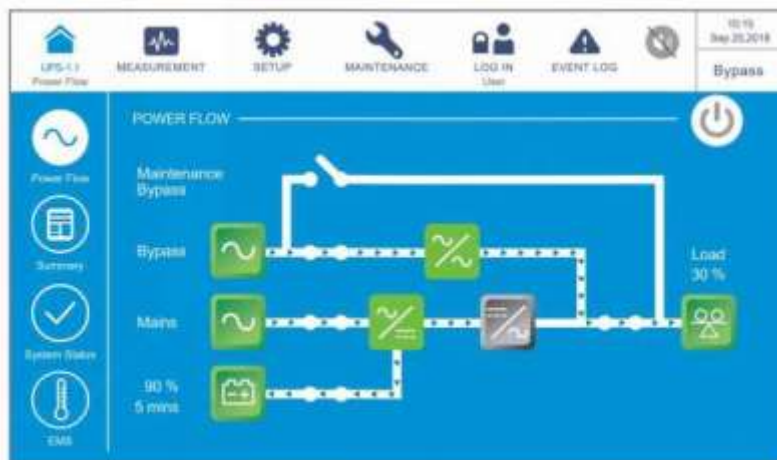

Рисунок 6-47: Экран байпасного режима
- 3) После выбора 'YES' ИБП отключит инвертор, прекратит подачу питания с каждого силового модуля и будет осуществлять подачу питания с байпасного источника переменного тока. Если байпасный источник переменного тока работает ненормально, то существует риск прерывания подачи питания, и подключенные важные нагрузки не будут защищены. В этот момент силовые модули продолжают заряжать батареи, трехцветный светодиодный индикатор горит желтым и появляется следующий экран (**Рисунок 6-47**). Расположение трехцветного светодиодного индикатора см. на **Рисунке 2-11**.